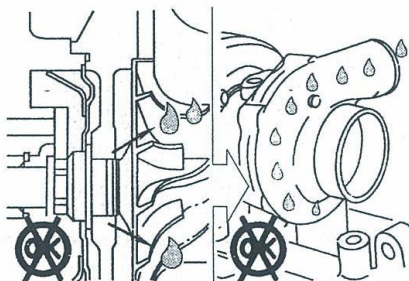

图 1-344 增压器油封损坏造成机油泄漏
4) 涡轮增压器油封损坏造成机油漏入进气管, 并在气缸中燃烧, 造成机油泄漏, 见图 1-344。